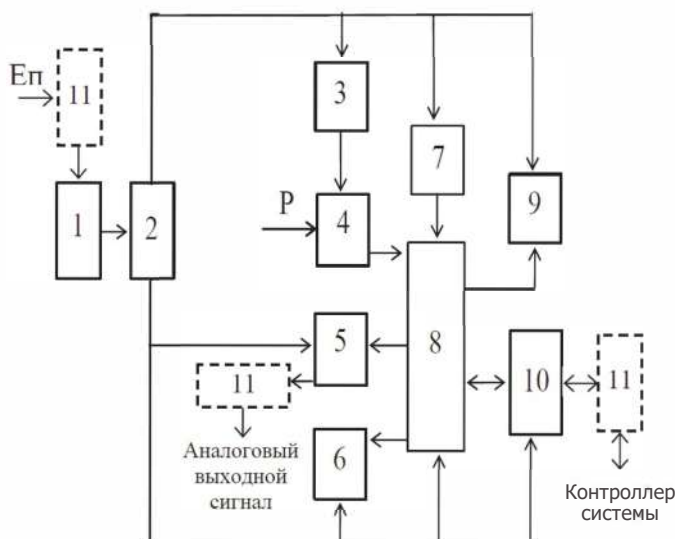

Рисунок 1 - Структурная схема прибора
1.3.2 Давление измеряемой среды Р воздействует на сенсор (4) (Рисунок 1), представляющий собой тензорезистивную мостовую схему, напряжение с которого поступает на электронный преобразователь.
В приборах предусмотрены элементы защиты (11) (Рисунок 1) от электромагнитных помех по электрическим цепям: напряжения питания, токового выходного сигнала и цифрового интерфейса.